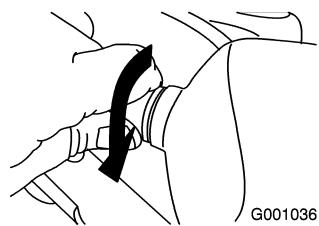

Figure 61
5. Tournez la base de l'ampoule dans le sens horaire jusqu'à la butée (Figure 61).